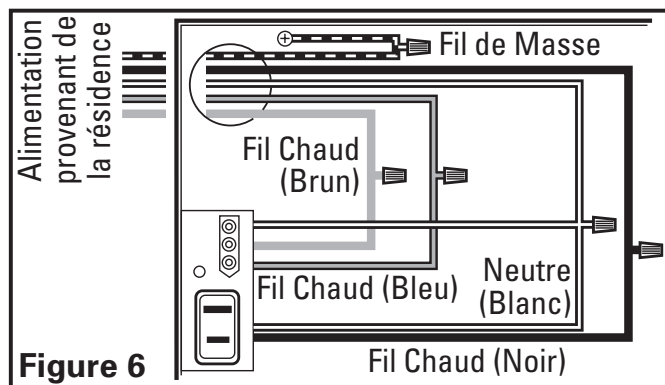

Figure 6
2. Par là où vous avez accès à l'intérieur de la boîte de jonction du ventilateur, raccorder un fil blanc de la maison aux deux fils blancs du ventilateur. Raccorder un fil vivant (noir) du commutateur mural au fil noir du ventilateur (celui-ci est pour le contrôle du ventilateur). Raccorder le second fil vivant (bleu) du commutateur mural au fil bleu du ventilateur (celui-ci est pour le contrôle de la lumière principale). Raccorder un troisième fil vivant (brun) du commutateur mural au fil brun du ventilateur (celui-ci pour le contrôle de la lumière de nuit). Raccorder le fil de mise à la terre (vert ou cuivre nu) de la maison au fil vert du ventilateur (**Figure 6**). Utiliser des méthodes de raccordement approuvées pour toutes les connexions.